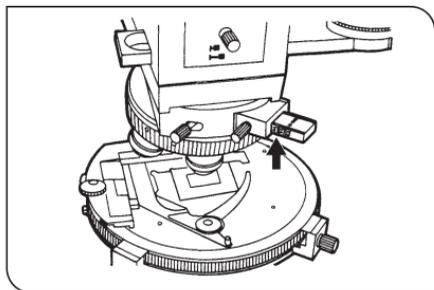

図 4
- 2) このとき、アダプター端面に見える U-CWE2 側面に表示の数値を読み、測定部位のレタデーション量がどの範囲になっているかの概略の判定ができます。(図4 矢視)